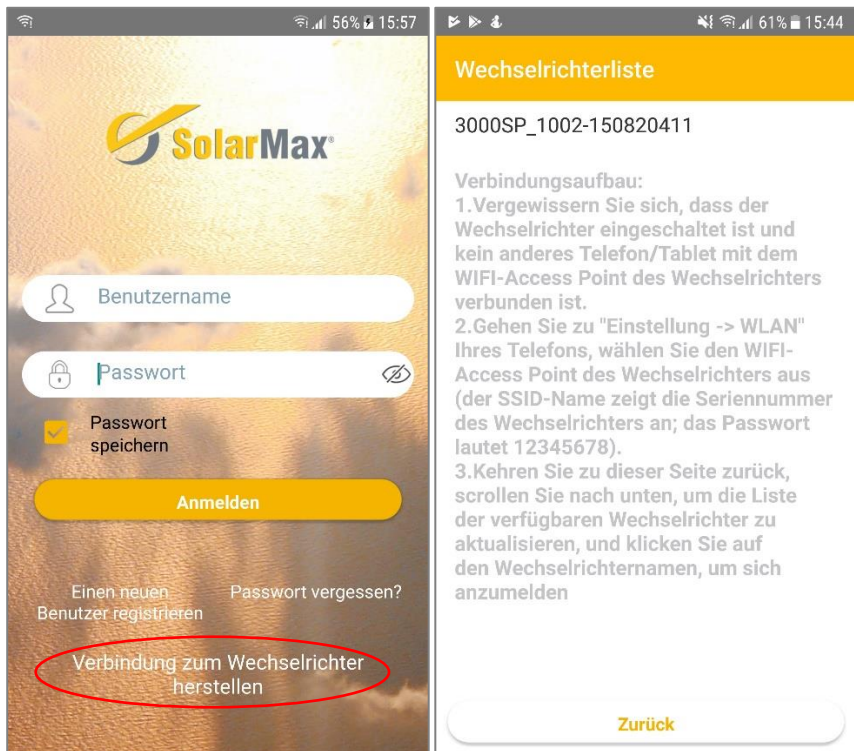

Abb. 22: Start-Menü am mobilen Gerät zur Gerätekonfiguration
2. Ist das mobile Gerät mit dem WLAN-Access Point verbunden, starten Sie die MaxLink-App. Klicken Sie auf die Schaltfläche “Verbindung zum Wechselrichter herstellen” (siehe Abb. 22). Eine Liste aller verfügbaren Wechselrichter erscheint.